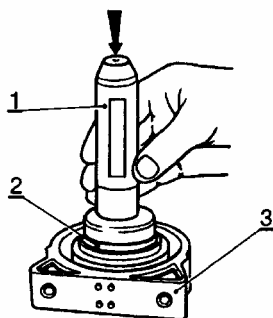

Рис.26. Запрессовка подшипника в опору:
- запрессовать оправкой 1, рис.26, в опору 3 новый подшипник 2 (оправка 67.7853-9551, молоток);